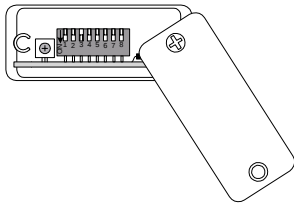

Figure 2
Programmation d'un canal de câblodiffusion (figures 2 et 3)
- En s'assurant que l'alimentation soit coupée au modulateur, retirer la vis partiellement insérée du couvercle inférieur. Écarter ce dernier pour accéder à l'intérieur; localiser les commutateurs de programmation et la vis de réglage du gain (figure 2).